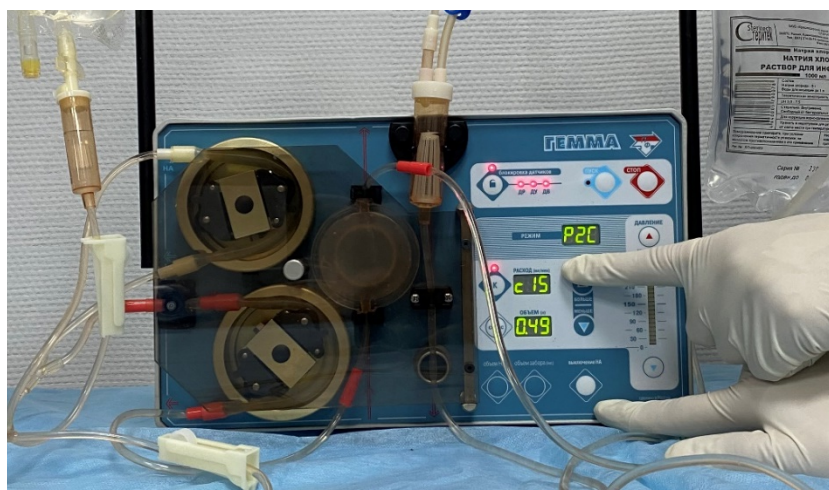

Рисунок 4.1
- 4.1. Установите необходимые параметры для проведения процедуры на аппарате ГЕММА. Соотношение скорости роликов крови и антикоагулянта в начале процедуры рекомендовано установить в соотношении 1:15 (рис. 4.1). При достижении целевых значений скорости потока крови увеличить соотношение скорости роликов крови и антикоагулянта до 1:20.